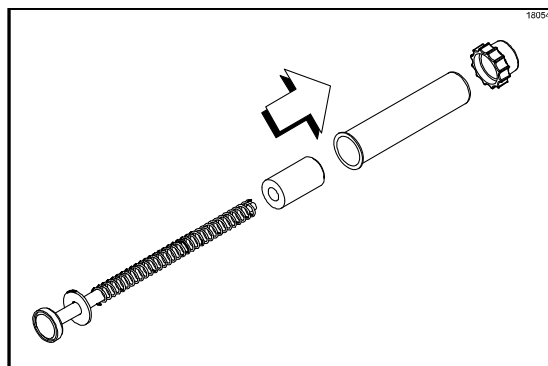

Рисунок 74
5. Снимите плунжерную гайку, трубку и вставку с узла плунжера. (См. рис. 74)